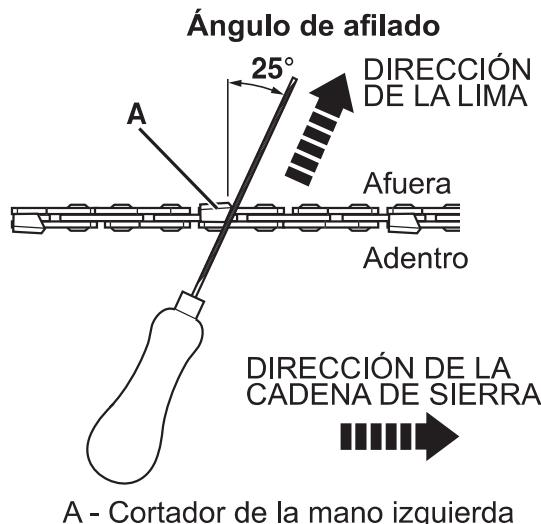

Fig. 17
3. Lime en un ángulo perpendicular a la barra y en un ángulo de 25° en la dirección de recorrido (Fig. 17).